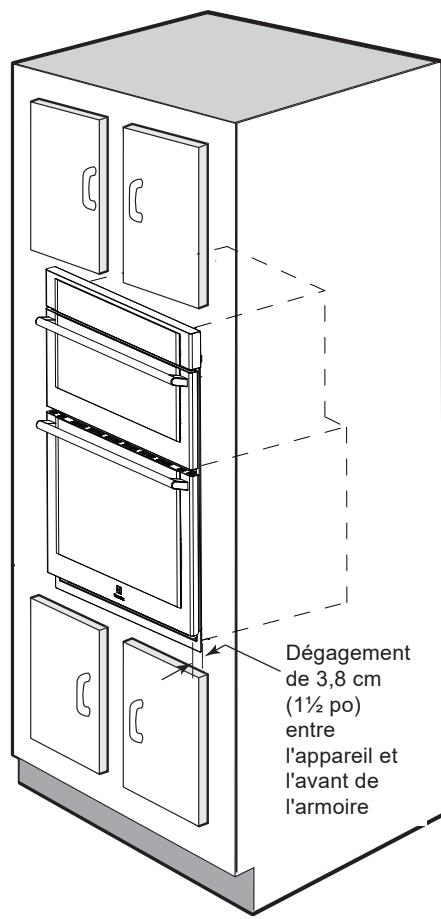

Figure 6: Installation dans une armoire
- Installez le four dans l'ouverture de l'armoire. Faites glisser le four vers l'intérieur en laissant un dégagement de 3,8 cm (1½ po) entre le four et l'avant de l'armoire (Figure 6).